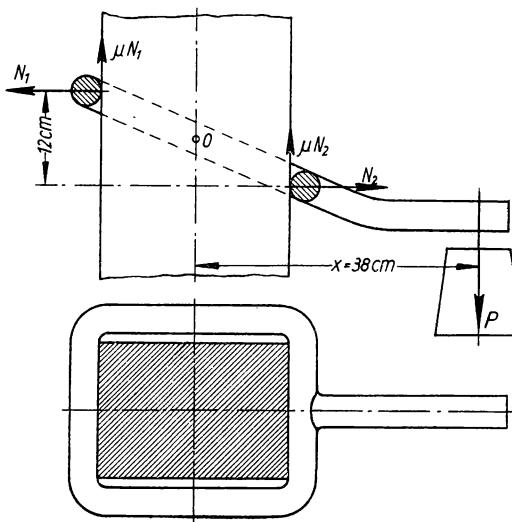

Bild 232
- 357.** Ein viereckiger Ring ist nach Bild 232 über eine Säule geschoben und an seinem vorstehenden Arme durch ein Gewicht P belastet, so daß er sich in schräger Lage gegen die Säule anpreßt und durch Reibung getragen wird: sog. Reibungsring oder Klemmring. a) Wie groß muß die Reibungszahl zwischen Säule und Ring mindestens sein, damit der Ring nicht an der Säule herabgleitet, wenn die Last sich im Abstande $x = 38 \text{ cm}$ von Säulenmitte befindet? b) Wie groß ist der Sicherheitsgrad des Festklemmens, wenn die Reibungszahl für Eisen auf Holz $\mu = 0,4$ ist? c) Welchen Einfluß hat das Maß x auf die Sicherheit der Klemmwirkung? d) Welchen Einfluß hat die Größe der Last P auf den Sicherheitsgrad?